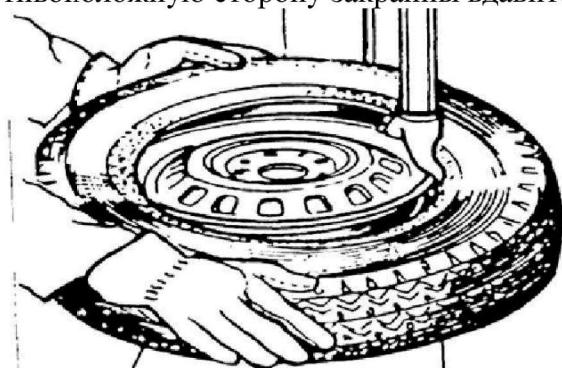

Рис.7
- 5) Установите шину так, чтобы её закраина прошла ниже носика головки и выше края (хвоста) ее задней части (рис.7). Противоположную сторону закраины вдавите в углубление обода.